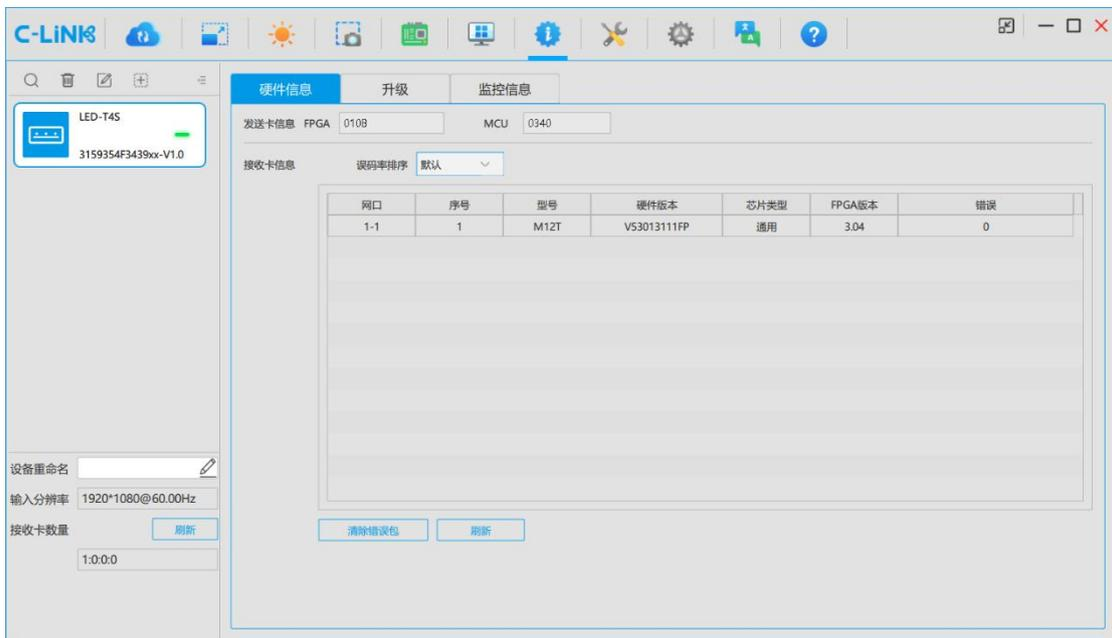

图 13-1 硬件信息
- 步骤 1 在“硬件信息”对话框中，选择“硬件信息”页签, 例图 13-1。